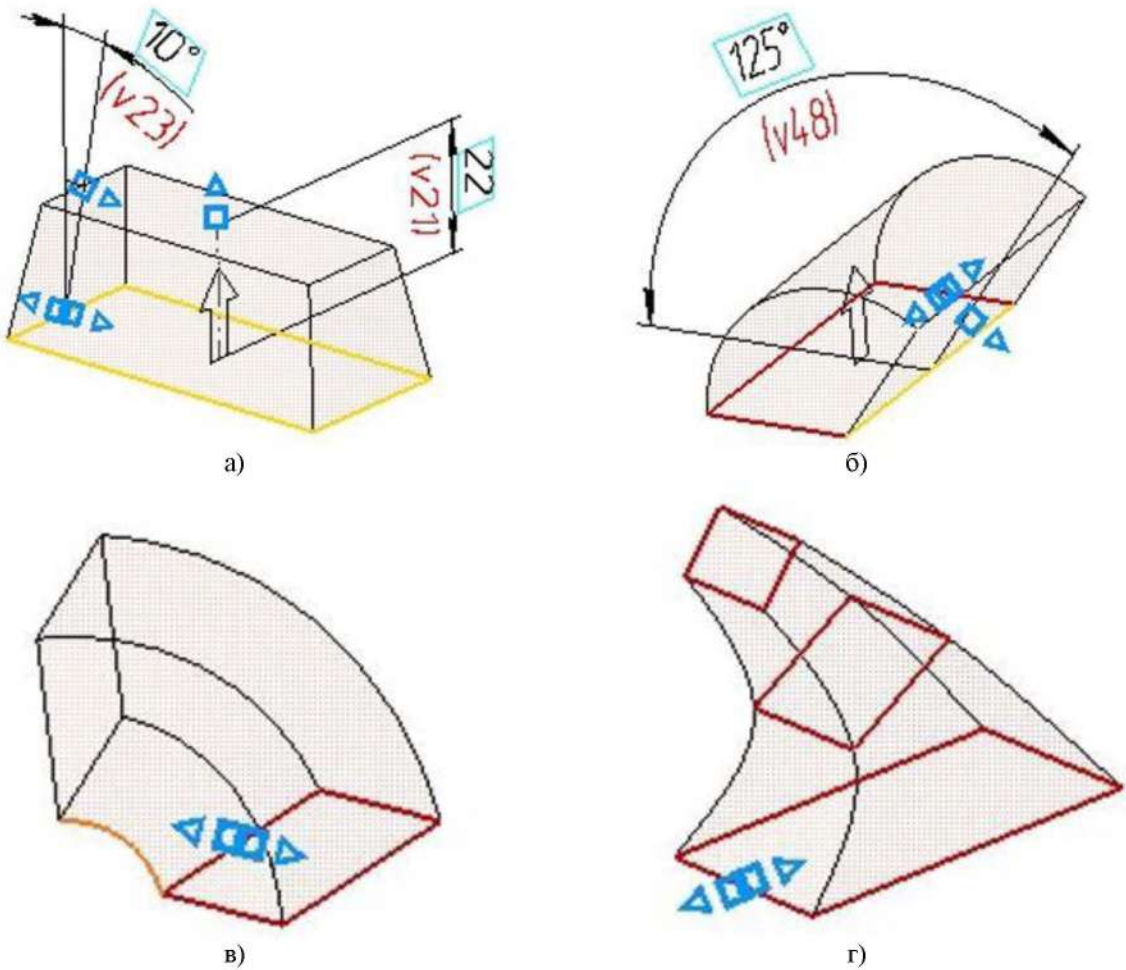

Рисунок 2.4. Основные формообразующие операции
- выдавливание (рисунок 2.4, а);
- вращение (рисунок 2.4, б);
- по траектории (рисунок 2.4, в);
- по сечениям (рисунок 2.4 г).